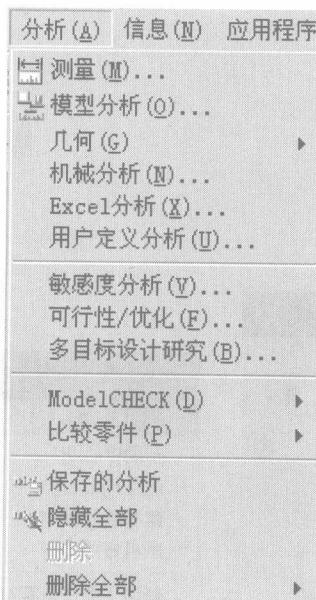

图 1-7 分析菜单
(5) 【分析】菜单。【分析】菜单主要用于分析模型或对象，不同模块下的【分析】菜单的内容不同。图 1-7 所示的是零件模型下的【分析】菜单，其中较常见的有【测量】、【模型分析】、【机械分析】、【ModelCHECK】和【曲面分析】等命令。与以前的版本相比，该菜单变化不大。